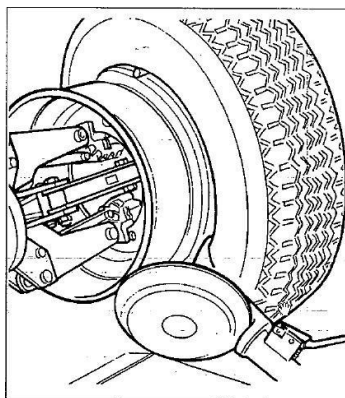

Fig. 7.10
4) Flytta verktyget framåt tills den röda referenspunkten är i linje med fälgens ytterkant och cirka 5 mm från den (se fig. 7.10).